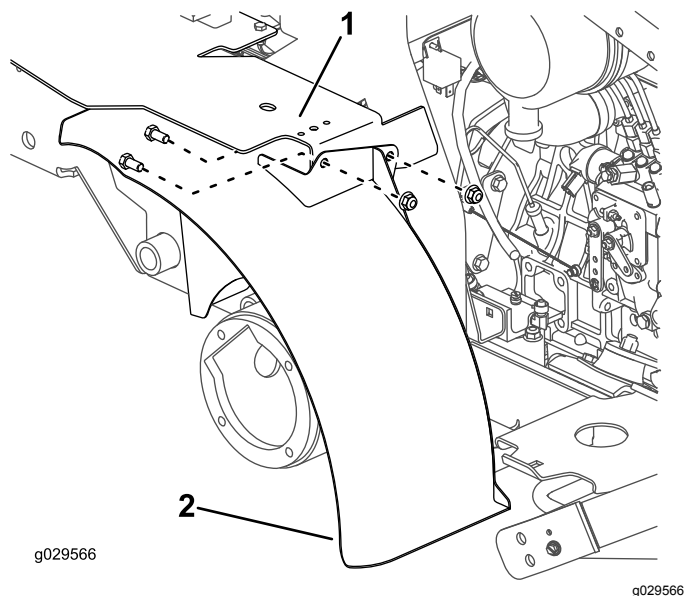

Figura 39
- Monte provisionalmente el soporte de la parte superior del guardabarros izquierdo en el soporte del depósito de combustible con 2 pernos ($\frac{3}{8}$ " x $\frac{3}{4}$ ") y 2 tuercas ($\frac{3}{8}$ "), según se muestra en Figura 39.